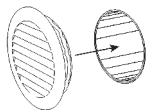

Рис. 4
5. Для крепления вентиляционной решетки, наносим жидкие гвозди на посадочное место решетки и устанавливаем в вентиляционный канал, так чтобы водозащитные жалюзи были расположены горизонтально (Рис. 4).